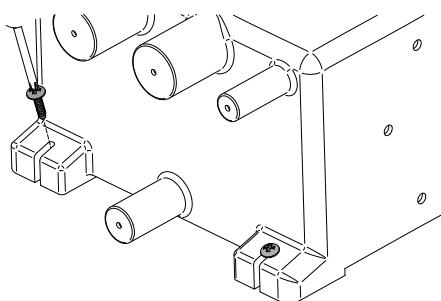
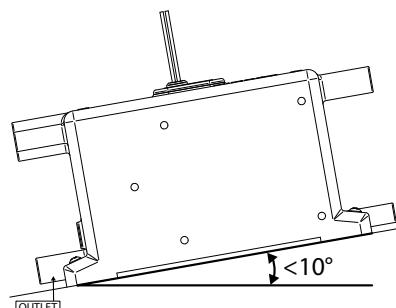

Abbildung 4 Sicherung des Tanks
Abbildung 5 Maximal möglicher Installationswinkel
Schritt 2: Der Tank muss mithilfe 4 geeigneter Schrauben durch die Füße des Tanks gesichert sein, wie in Abbildung 4 dargestellt. **HINWEIS:** Der Winkel des Tanks **darf nicht** 10° überschreiten (Abbildung 5). **HINWEIS:** Nicht direkt mit dem Rumpf verschrauben - MUSS auf einem Schott oder einer zusätzlichen Platine montiert werden.